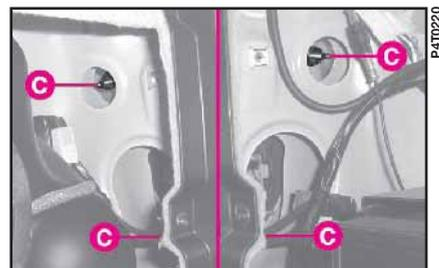
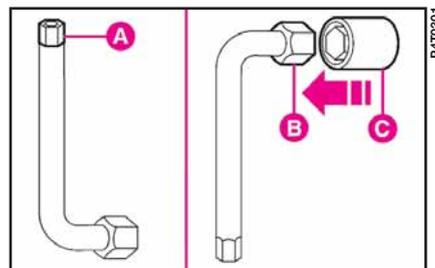

fig. 48
fig. 49
2) Démontez le bloc optique en dévissant les écrous C (fig. 48) avec l'extrémité A (fig. 49) de la clé fournie en dotation à la voiture et le sortir de l'extérieur sans débrancher le connecteur électrique. Sur les versions équipées du système audio HI-FI, pour dévisser les écrous de fixation du bloc optique droit employer l'extrémité B (fig. 49) de la clé, en introduisant l'adaptateur C (fig. 49) fourni en dotation.
6) Remontez le bloc optique et visser les écrous C (fig. 48).